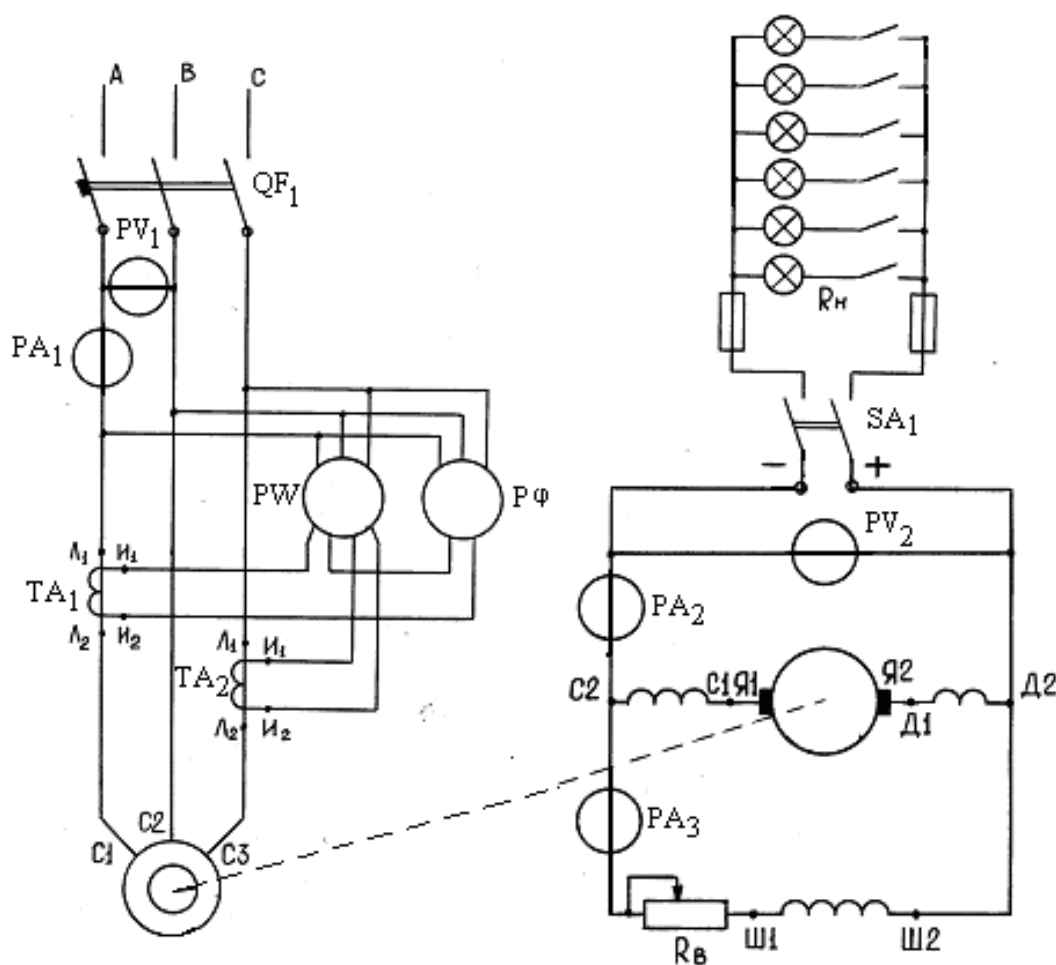

Рис..1.
3.5. Собрать электрическую цепь, схема которой изображена на рис. 1., и предъявить ее для проверки преподавателю.